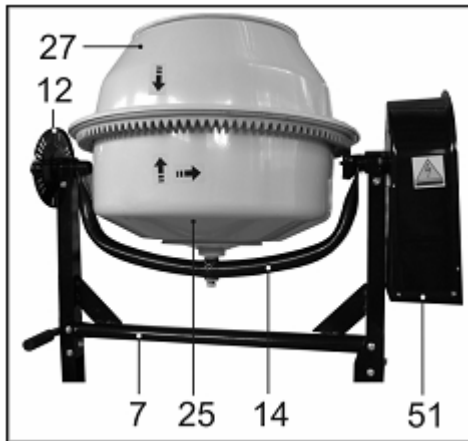

Рис.3.
6.7. Установите через прокладку (26) верхнюю часть ёмкости (27) на нижнюю часть (25), совместив вертикальные стрелки-маркеры на частях ёмкости (Рис. 3) и закрепите ее винтами (28) с шайбами (29).
**Примечание:** Совмещение стрелок-маркеров при сборке верхней (27) и нижней (25) частей ёмкости необходимо для правильной установки лопастей (30).
Рис.3а.
Рис.3б.
6.8. Винтами (31) с шайбами (3) и гайками (4) закрепите лопасти (30) к верхней части емкости (27). На Рис.3б показана правильно установленная лопасть (30).
6.10. Установите на скобу (14) внутренний кожух электродвигателя (51) и закрепите 2 болтами (13) с шайбами и гайками (3) и (4), как показано на Рис. 3.